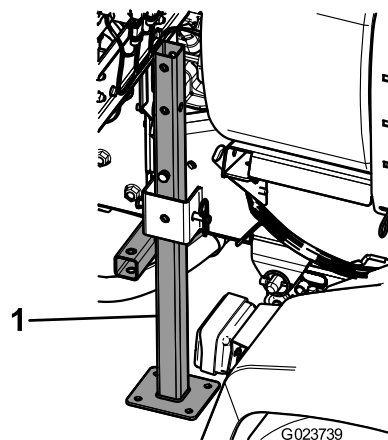

Figure 41
3. Insérez les jambes de support arrière par le bas du cadre, près des points d'attache arrière (Figure 41).